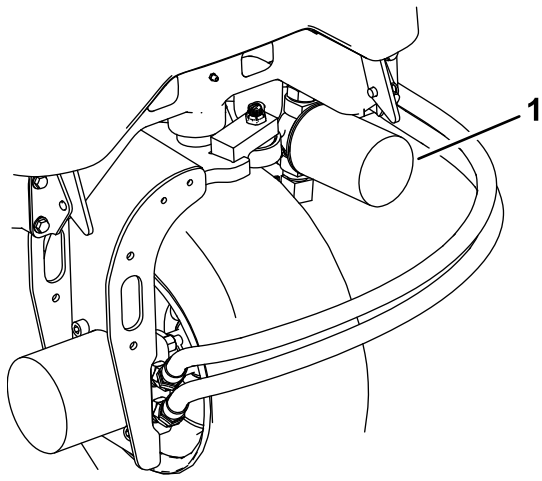
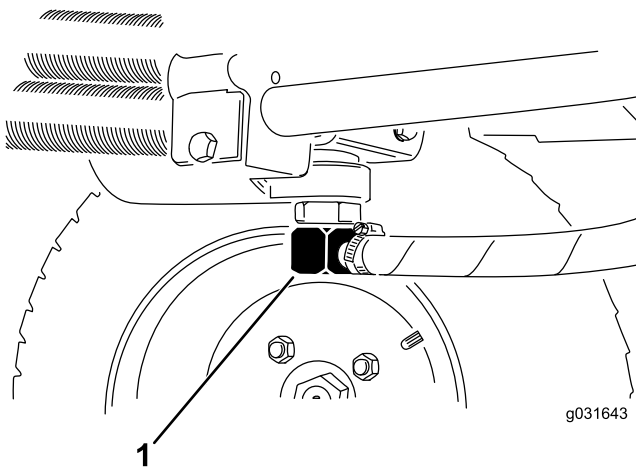

图 65
图 66
2. 断开液压管线与油箱的连接或卸掉液压油滤芯让液压油流入放油盘 图 65和图 66。
3. 液压油停止排出时安装液压管线 图 66。